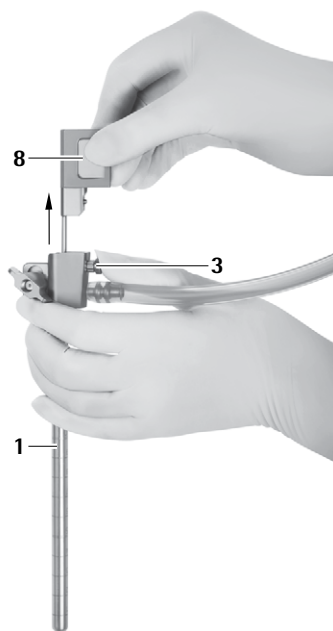

Fig. 10
- Presser le bouton de déverrouillage 3 et retirer prudemment l'obturateur pour canal optique 8 hors du trocart MINOP InVent 1, voir Fig. 10.